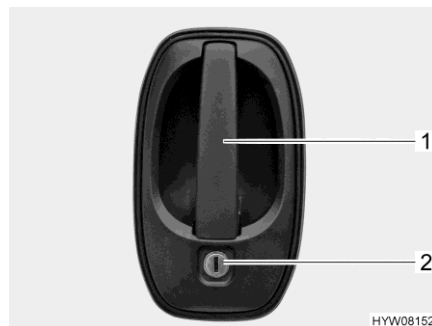

Fig. 32 Serratura della porta (porta conducente/porta di ingresso, lato esterno)
- Inserire la chiave nel cilindro della serratura (Fig. 32,2) e ruotare fino a quando la serratura della porta si sblocca.
- Tirare la maniglia della porta (Fig. 32,1). La porta è aperta.
- Inserire la chiave nel cilindro della serratura (Fig. 32,2) e ruotare fino a quando la serratura della porta si blocca.